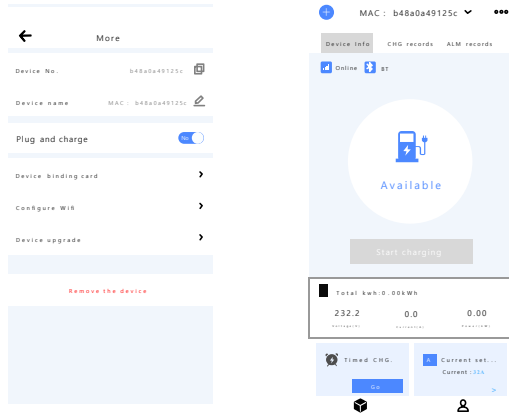

Abbildung 4.6 Plug-and-Charge-Modus aktivieren Abbildung 4.7 Verfügbarer Status
- Der Plug-and-Charge-Modus ist der Standardlademodus der Ladestation. Wenn Sie auf „...“ in der oberen rechten Ecke der Geräte-Homepage klicken und die Schaltfläche „Plug and Charge“ aktivieren, wie in Abbildung 4.6 gezeigt, wird der Plug-and-Charge-Modus aktiviert.